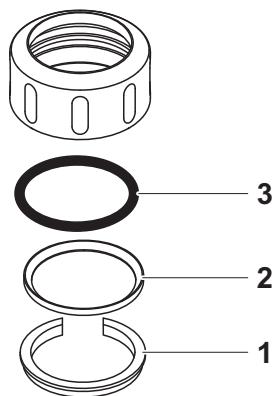

fig. 6-1 Désassemblage de l'écrou de serrage
1	Enlever la bague de blocage (pos. 1, fig. 6-1).